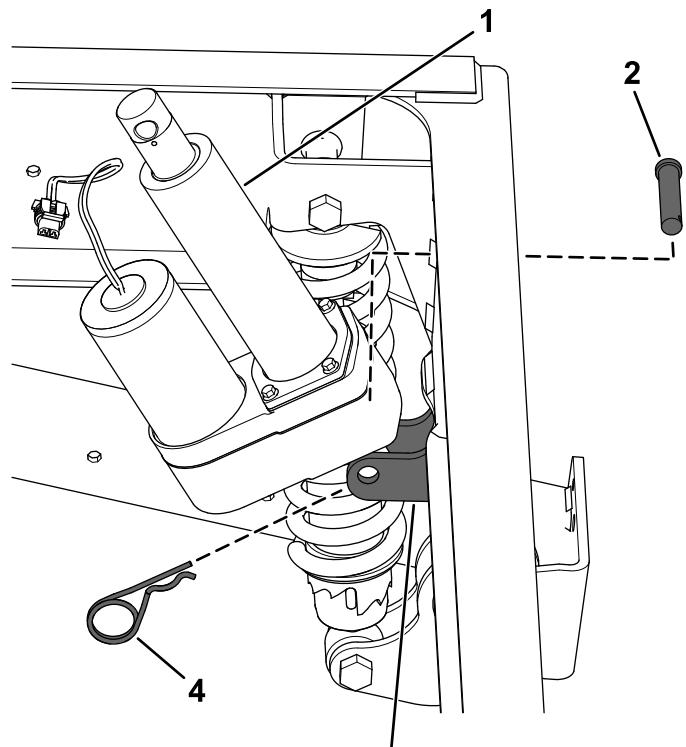

Figura 10
1. Alinhe o orifício no ponto de montagem inferior para o atuador de elevação com os orifícios nos suportes de montagem do chassis (Figura 10).
2. Prenda o atuador de elevação aos suportes de montagem do chassis com o passador de forquilha (2¼ pol.) e a chaveta (Figura 10).